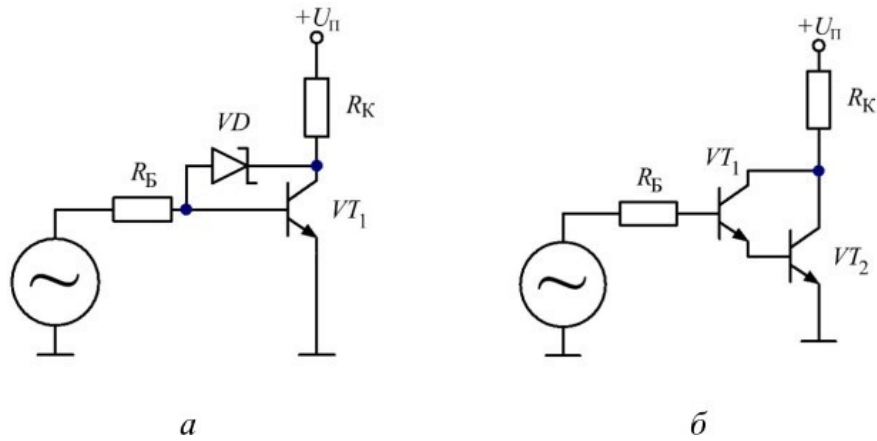

Рис. 4.11. Схемы быстродействующего транзисторного ключа с диодом Шоттки (а) и транзисторного ключа на базе составного транзистора (б)
9. Соберите схему транзисторного ключа с диодом Шоттки (рис. 4.11, а). Для этого сначала отключите форсирующий конденсатор, а затем подключите диод Шоттки типа ВАТ43 между базой и коллектором транзистора.
11. Соберите схему транзисторного ключа на составном транзисторе по схеме Дарлингтона (рис. 4.11, б) и повторите для этой схемы измерения согласно п.п.4, 5, 6. Из-за того, что коэффициент усиления по току пары Дарлингтона очень велик (он равен примерно $\beta_1 \cdot \beta_2 = \beta^2$), в качестве сопротивлений резисторов в цепи базы используйте 47, 100, 220, 470 кОм. Осциллограмму следует сохранить только для какого-то одного номинала резистора R_B на ваш